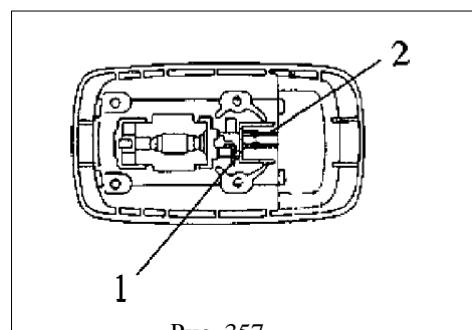

Рис. 357
- Проверьте, подключены ли лампы для чтения заднего ряда салона(рис. 357)